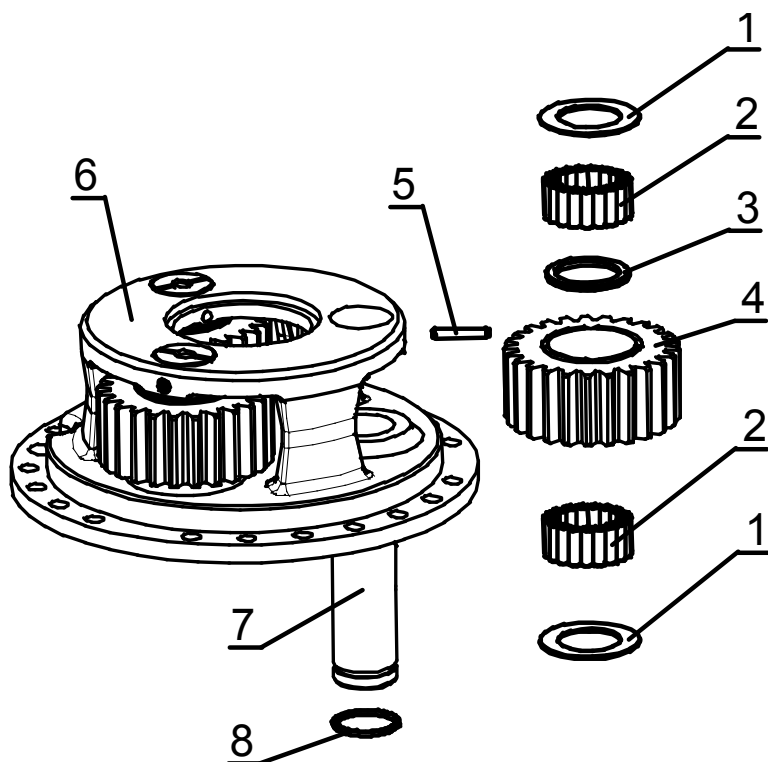

Рис.5.14
- 4) выбейте свертный штифт (5), (рисунок 5.14), и достаньте ось (7) с резиновым кольцом (8);
- 5) снимите сателлит (4), (рисунок 5.14), с распорной шайбой (3), роликами (2) и опорными шайбами (1);
- 6) при сборке свертный штифт (5) замените на новый;